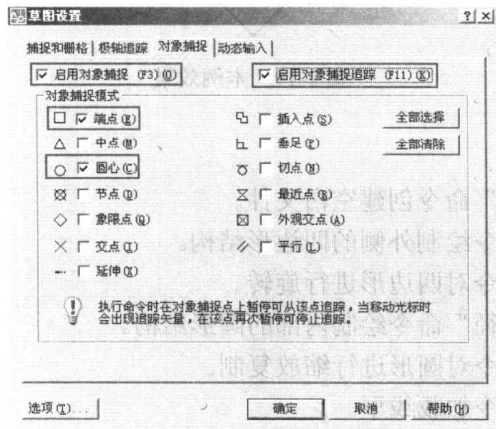

图 1-20 设置捕捉追踪功能
- 03 在状态栏的**对象追踪**按钮上单击鼠标右键, 在弹出的快捷菜单中选择“设置”选项, 打开“草图设置”对话框, 然后设置并启用对象的捕捉和追踪功能, 如图 1-20 所示。